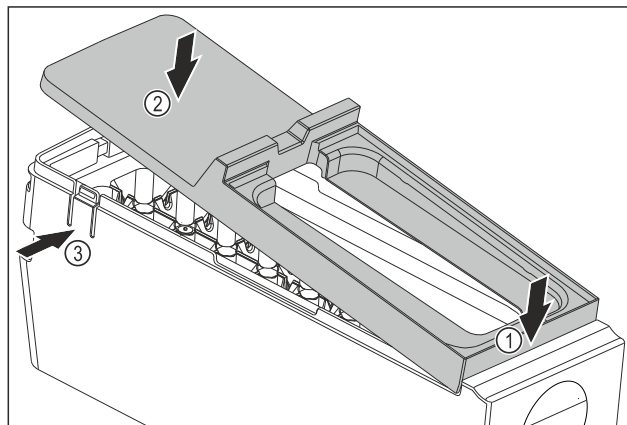

Fig. 148
- EasyTwist-Ice-rungon kannen asennus: Aseta kansi eteen. Fig. 148 (1)
- Laske kansi taakse. Fig. 148 (2)
- Kansi lukittuu kuuluvasti molempiin kielekkeisiin Fig. 148 (3).